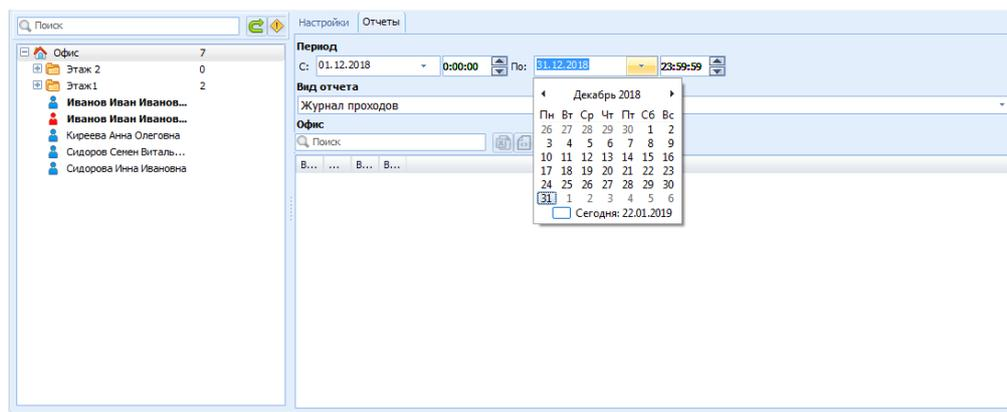

Рисунок 24.1 Окно закладки Отчеты
- 2) Выбрать вид отчета (Рисунок 24.1).